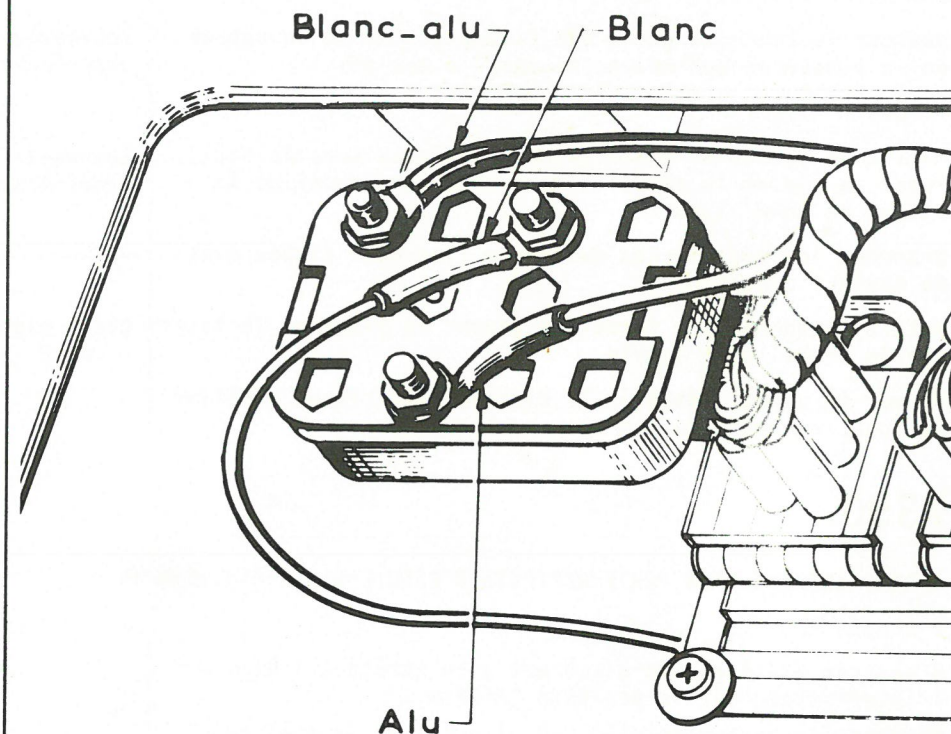

Fig.11
- REMPLACEMENT DU BILAME OU THERMO-RELAIS (fig.11).
- 6) Brancher les trois cosses du thermo-relais suivant fig.11.